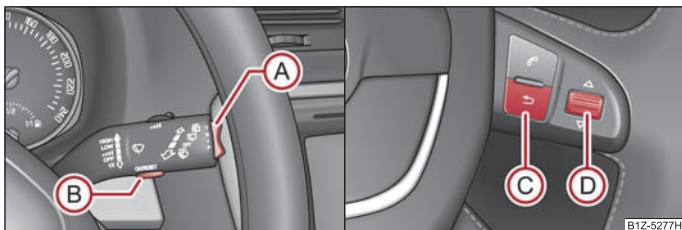

Fig. 19 Afișajul multifuncțional: Elementele de comandă de la maneta de acționare a ștergătoarelor/elementele de comandă de pe volanul multifuncțional
Comutarea între memorii are loc de la tasta **(B)** ⇒ pagina 20, fig. 19 de pe maneta de acționare a ștergătoarelor sau cu ajutorul tastei **(D)** de pe ⇒ pagina 20, fig. 19 volanul funcțional.
Tasta basculantă (A) și tasta (B) se găsesc în maneta de acționare a ștergătoarelor de parbriz ⇒ fig. 19. Comutarea și resetarea de la volanul multifuncțional are loc de la roțița (D).
Când temperatura scade sub +4 °C, în fața valorii temperaturii apare simbolul unui fulg de nea (avertizare pentru polei) și se emite un semnal sonor de avertizare. După apăsarea tastei basculante (A) de pe maneta ștergătoarelor ⇒ fig. 19, respectiv a tastei (C) de pe volanul multifuncțional ⇒ fig. 19, se afișează funcția care a fost afișată ultima dată.
Pe afișaj apare durata de deplasare de la ultima ștergere a memoriei. Dacă doriți să cronometrați timpul de deplasare de la un anumit moment înainte, trebuie să resetați memoria pe zero în acel moment, apăsând tasta (B) de pe maneta ștergătoarelor ⇒ fig. 19 sau roțița (D) de pe volanul multifuncțional ⇒ fig. 19 mai mult de 1 secundă.
Dacă doriți să măsurați consumul de combustibil mediu pentru o anumită perioadă de timp, la începutul măsurării trebuie să reseați memoria pe zero, de la tasta **(B)** de pe maneta ștergătoarelor de parbriz, ⇒ pagina 20, fig. 19 sau de la roțița **(D)** de pe volanul multifuncțional ⇒ pagina 20, fig. 19. După ștergere, în primii 100 metri, pe display se vor afișa linii.
Pe afișaj apare distanța parcursă de la ultima ștergere a memoriei ⇒ pagina 19. Dacă doriți să calculați distanța parcursă dintr-un anumit moment înainte, trebuie să reseați memoria pe zero în acel moment, apăsând tasta **(B)** ⇒ pagina 20, fig. 19 de pe maneta ștergătoarelor, sau roțița **(D)** de pe volanul multifuncțional ⇒ pagina 20, fig. 19.
Pe afișaj apare viteza medie în km/h de la ultima ștergere a memoriei ⇒ pagina 19. Dacă doriți să măsurați viteza medie pentru o anumită perioadă de timp, la începutul măsurării trebuie să reseați memoria pe zero, de la tasta **(B)** de pe maneta ștergătoarelor de parbriz ⇒ pagina 20, fig. 19 sau de la roțița **(D)** de pe volanul multifuncțional ⇒ pagina 20, fig. 19.
- De la tasta **(A)** de pe maneta ștergătoarelor de parbriz ⇒ pagina 20, fig. 19 sau de la roțița **(D)** de pe volanul multifuncțional ⇒ pagina 20, fig. 19 selectați punctul de meniu **Avertizare la depășirea vitezei**. ►